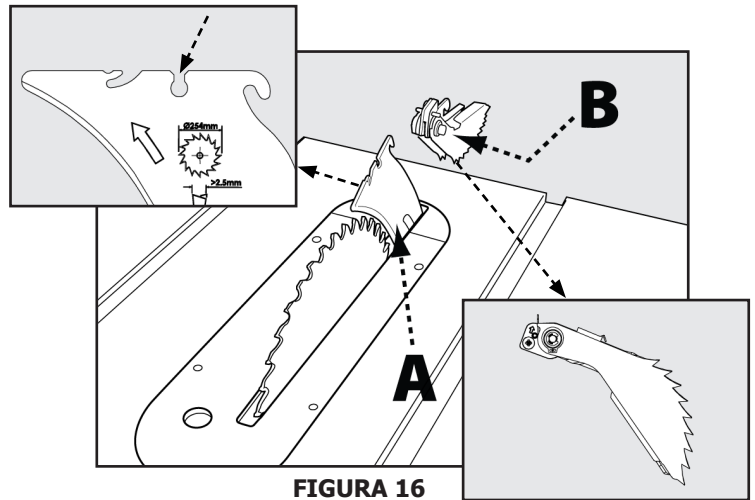

FIGURA 16
1. Consulte la Figura 16 y ubique la ranura de montaje de los trinquetes anti contragolpe (A) en medio del borde superior del separador.
2. Deslice la ranura situada en medio del ensamble de los trinquetes anti contragolpe por la parte superior del separador hasta que el vástago (B) encuentre la ranura central en el separador.
3. Empuje el vástago en el ensamble de trinquetes anti contragolpe (B) para dejar que el ensamble caiga dentro de la ranura. Empuje el ensamble de trinquetes anti contragolpe hacia abajo hasta escuchar un chasquido y que quede firme. Suelte el vástago. **NOTA:** Jale los trinquetes anti contragolpe hacia arriba para comprobar que estén correctamente sujetados.